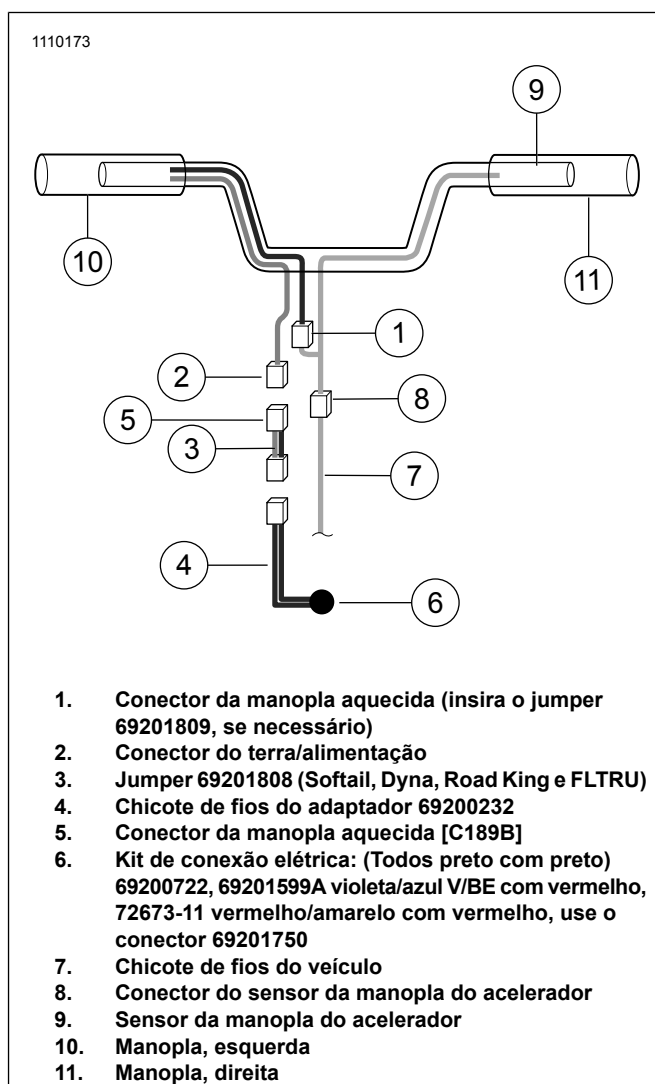

Figura 10. Conexões elétricas
3. Veja a figura 10. Conecte a interconexão da manopla aquecida (1) à manopla esquerda.
5. Veja a figura 10. Conecte o fio de alimentação/aterramento da manopla aquecida (2) da manopla esquerda.
4. Conecte o jumper (3), vermelho/preto do kit ao conector de alimentação/aterramento (2) da manopla esquerda.
- b. Veja a figura 10. Case o conector de 2 pinos da manopla aquecida (2) com o conector de 2 pinos do 69201750 atrás do farol dianteiro.
- c. Adicione o jumper (3), se for necessário fios mais longos.
7. Corte o jumper (4) num comprimento suficiente para emendar o kit (6).
8. Descape os fios de volta e emende no chicote de fios da conexão elétrica (7).
10. Termine a instalação do kit de conexão elétrica (6) conforme as instruções do kit.